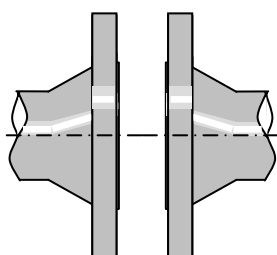

図5 面間が大きい
- フランジ面間が大きく開いていると、大きなボルト締付力を与えても、実際のガスケット面圧が小さく、漏れの原因となりますので修正して下さい。（図5参照）